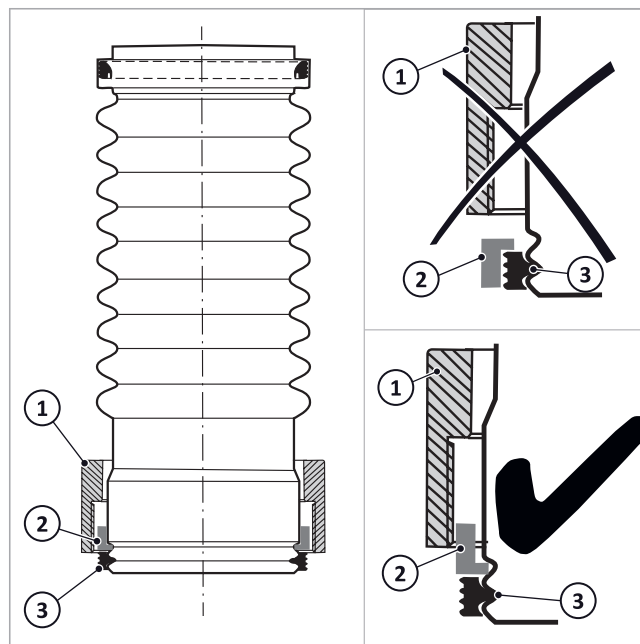

Abb. 61: Verschraubung aufgesteckt
3. Gemäß → Abb. 61 die Überwurfmutter (1), den Sprengring (2) und die Dichtung (3) auf das untere Rohrende des Abgasanschlusstückes schieben.